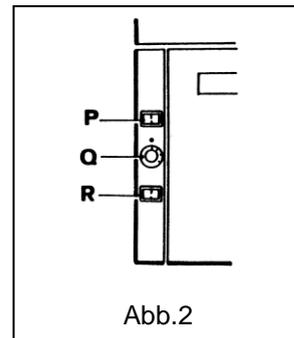

Abb.2
3.2 Elektrisch beheizter Schrank (Abb. 2)